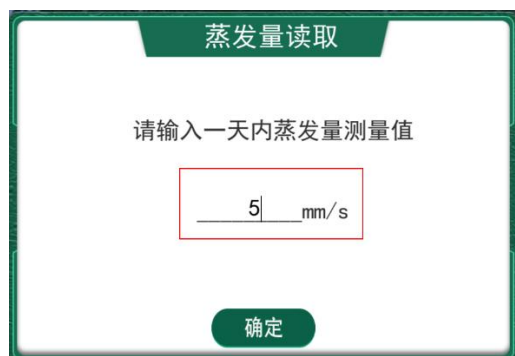
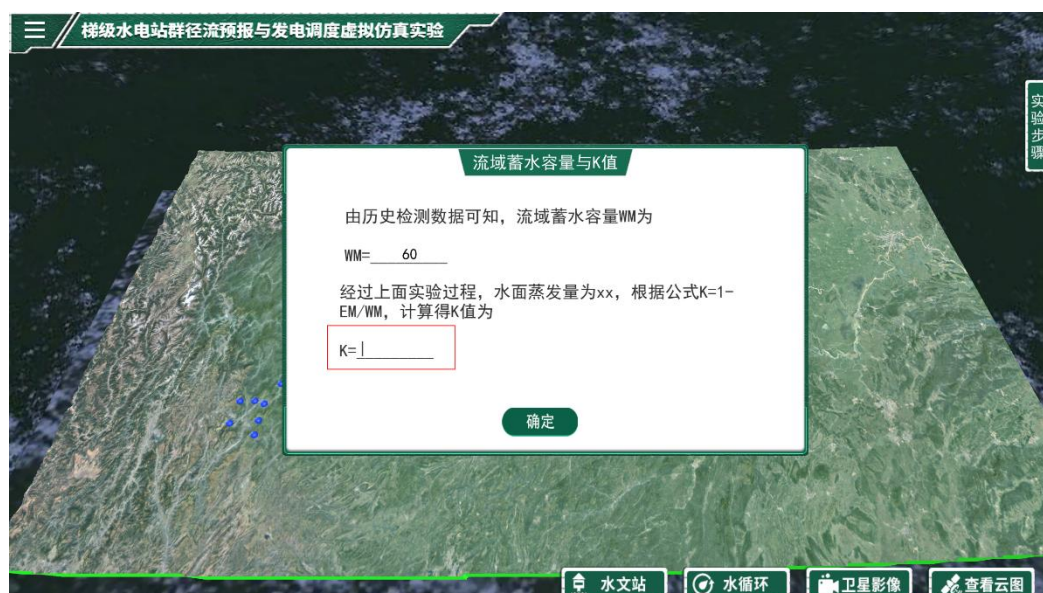
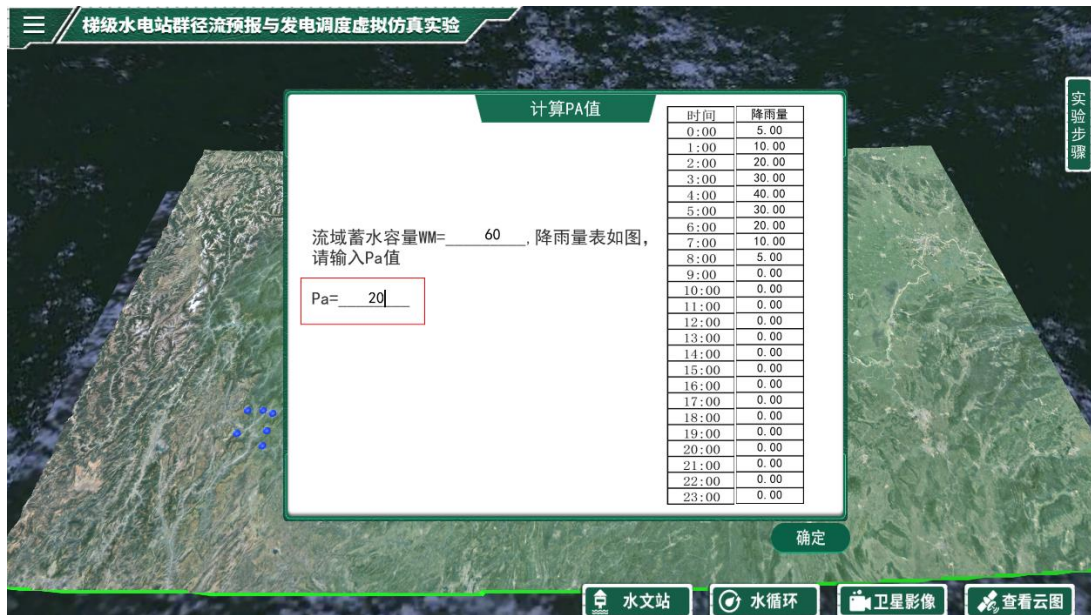

图 4-17 输入值日蒸发量
图 4-18 根据蒸发量计算 K 值
图 4-19 输入前期降雨量值
**步骤 8:** 平均降雨量修改完毕后，点击确定弹出输入日蒸发量对话框（如图 4-17），输入 0~10 内任意数字，确定后弹出输入蓄水容量和 K 值，其中蓄水容量 60 为默认值，根据前面输入的蒸发量计算 K 值（如图 4-18），确定后弹出前期降雨量 Pa 值，输入 0~60 内任意数字（如图 4-19），完毕后确定。